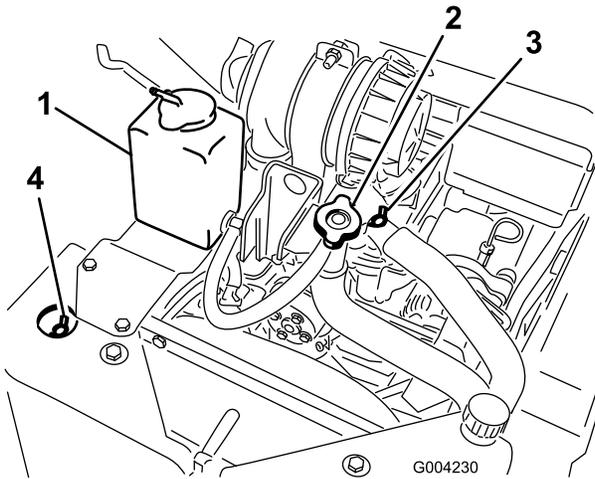

Figure 15
- A. Enlevez le bouchon de remplissage (Figure 15).
- B. Ouvrez les soupapes de purge de liquide de refroidissement avant et supérieure (Figure 15).
- C. Versez du liquide de refroidissement dans le goulot de remplissage jusqu'à ce qu'il commence à sortir par la soupape de purge avant (Figure 15).
- D. Fermez la soupape de purge avant (Figure 15).
- E. Versez du liquide de refroidissement dans le goulot de remplissage jusqu'à ce qu'il commence à sortir par la soupape de purge supérieure (Figure 15).
- F. Fermez la soupape de purge supérieure (Figure 15).
- G. Versez du liquide de refroidissement dans le goulot de remplissage jusqu'à ce qu'il monte dans le goulot (Figure 15).
- H. Remettez le bouchon de remplissage (Figure 15).
- I. Ajoutez du liquide de refroidissement dans le vase d'expansion jusqu'à ce qu'il atteigne le trait du plein sur le côté du vase (Figure 15).